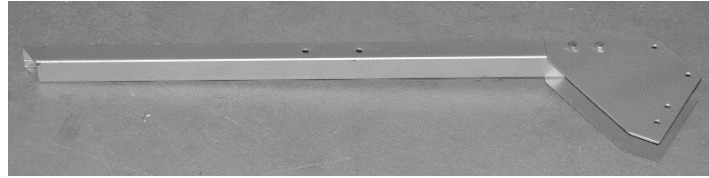
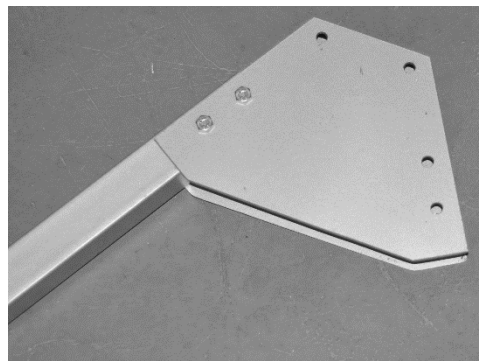

Рис. 1.1
Рис. 1.2
2. Соедините ножку(3) с двумя соединительными кронштейнами(1), при помощи болтов М8х60(7). (Рис. 1.1 и Рис. 1.2)